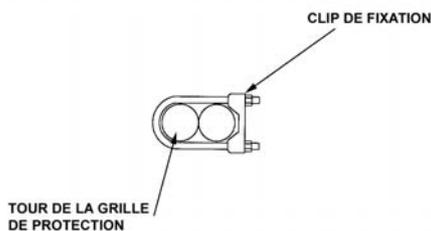
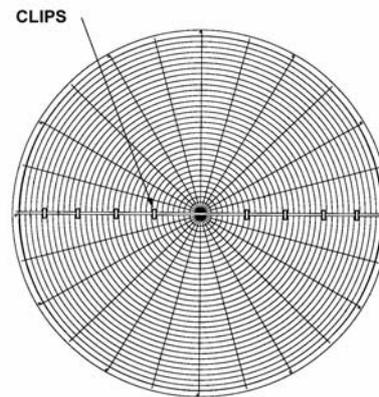

Figure 16 - Fixation du clip
Figure 17 - Espacement des clips.
3. Fixer les deux grilles avec les clips (Figure 16). Il y a quatre clips sur chaque côté de la grille de protection. Espacer les clips de fixation uniformément à travers le rayon de la grille de protection comme indiqué Figure 17.
3. Fixer les deux morceaux de la grille avec les clips (Voir Figure 16). Il doit y avoir quatre clips sur chaque côté de la grille de protection. L'espacement des clips comme vu Figure 17.